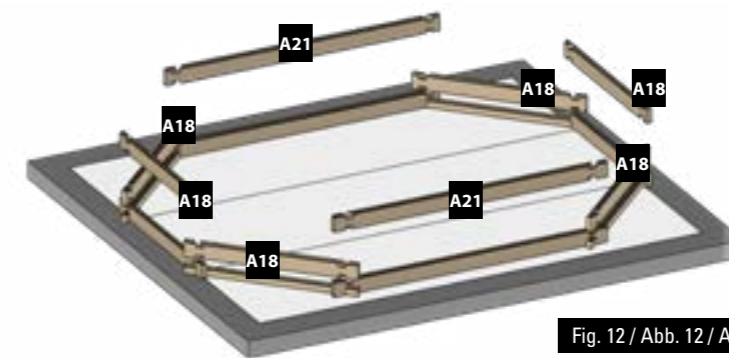

Fig. 12 / Abb. 12 / Afb. 12
- EN **2nd LAYER OF BOARDS:** • Install the second layer of boards as shown in figure 12. • There is a wooden wedge in the structure packet to correctly assemble the boards. • Never directly hit against the boards. You would damage the pegs and would weaken the structure. Do not hit them with anything metallic. This would inevitably damage the wood. • Try to correctly assemble the boards right from the start. There should not be any space between each layer of boards to avoid maladjustment of the higher boards.
- FR **2ÈME RANGÉE DE MADRIERS:** • Positionnez les madriers de la deuxième rangée conformément à la figure 12. • De manière à emboîter correctement les madriers, une cale en bois est à votre disposition dans le colis de structure. • Ne pas taper directement sur les madriers. Cela abîmerait les languettes et nuirait à la solidité de la structure. • Ne pas frapper avec une pièce métallique. Cela détériorerait le madrier irrémédiablement. • Veillez à emboîter bien à fond les madriers dès le départ. Il ne doit pas y avoir d'espace entre chaque rangée pour éviter un décalage au niveau des madriers supérieurs.
- DE **2. BRETTERREIHE:** • Platzieren Sie die Bretter der zweiten Reihe laut Abb. 12. • Um die Bretter richtig anbringen zu können, finden Sie einen Holzkeil im Paket des Tragwerks. • Nicht direkt auf die Bretter klopfen. Das würde die Zapfen und die Festigkeit des Tragwerks beschädigen. • Nicht mit einem Metallteil darauf klopfen. Es würde das Holz unabänderlich beschädigen. • Versuchen Sie, die Bretter von Anfang an tiefgehend ineinander zu fügen. Zwischen den Reihen darf kein Platz sein, um eine Fehlanpassung der oberen Bretter zu vermeiden.
- NL **2ª RIJ PLANKEN:** • Plaats de planken van de tweede rij zoals aangegeven op afbeelding 12. • Om de planken correct te assembleren, zit er een houten wig in het pakket van het frame. • Sla niet direct op de planken. Daardoor gaan het profiel kapot en wordt de stevigheid van het frame ondermijnd. • Sla er niet direct op met metaal. Hierdoor raakt het hout onherstelbaar beschadigd. • Zorg ervoor dat de planken vanaf het begin stevig op elkaar aansluiten. Er mag geen ruimte tussen de rijen overblijven, om te voorkomen dat de bovenste houtdelen onregelmatig uitkomen.